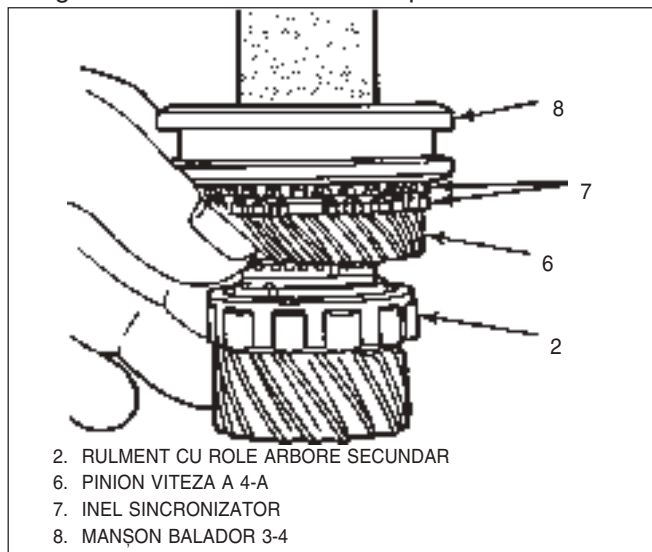
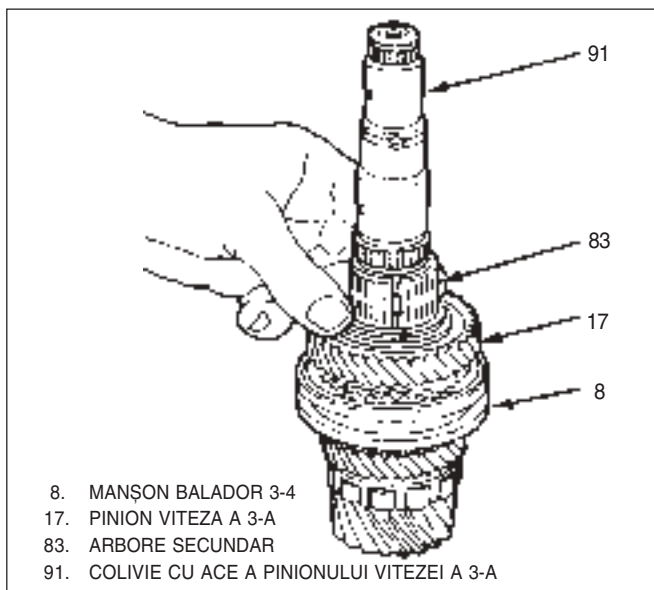

Fig. 36 Montare ansamblu sincronizator 3-4
Fig. 37 Montare colivie cu ace pinion viteza a 3-a
- 6) Ansamblu sincronizator, Fig 36.
7) Șaibă(93) și siguranță inelară(26).
8) Colivie cu ace pinion viteza a 3-a(91) pe arbore, Fig 37.